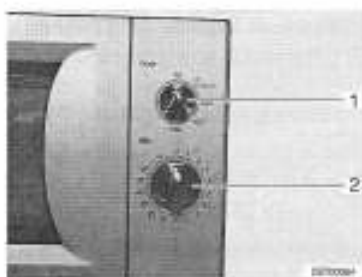

Fig. 154 Boutons de commande du four à micro-ondes
- Sélectionner la puissance sur le bouton tournant (Fig. 154,1).
- Sélectionner la durée de cuisson sur le bouton tournant (Fig. 154,2). La cuisson commence.